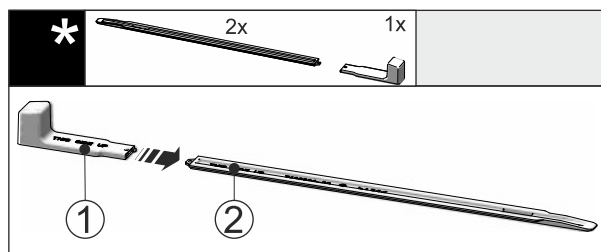

Fig. 49
- ▶ Вставьте монтажную ручку Fig. 49 (1) в выравнивающую рейку Fig. 49 (2).